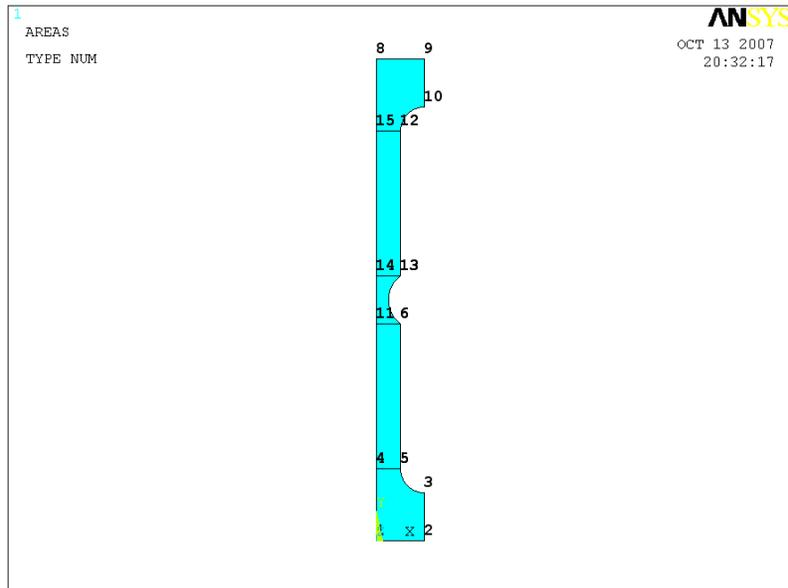

Рисунок 17. Результаты построения плоской модели примера 1
- Нажимаем кнопку **OK** (Рисунок 17).